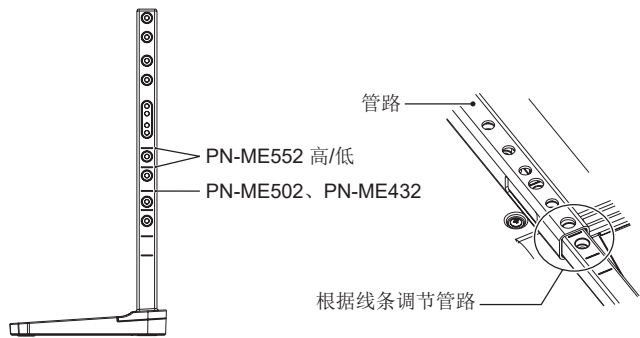

图 1
1. 立柱上的线条是高度调节指示（图 1）。请根据线条调节管路。
1. パイプ下部をスタンドポールの高または低い線に合わせ、設置高さを決めます。(図 1)